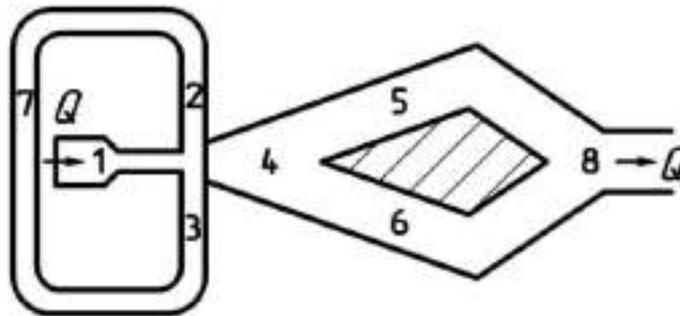

Рисунок 1 – Струйный генератор
1.5.4 Чувствительным элементом ПР служит струйный генератор (см. рисунок 1), частота колебаний в котором прямо пропорциональна объемному расходу, протекающему через устройство формирования расхода.
Поток (струя) измеряемой среды, проходя через сопло генератора (1), попадает в рабочую камеру (4) и под действием давления, создаваемого этой же струей, прижимается к одной из стенок камеры (например, вниз (рисунок 1)). Благодаря её эжектирующему действию, в области вблизи нижней стенки и в канале (3) образуется область пониженного давления, что приводит к лавинообразному процессу притяжения струи к стенке камеры. Из-за уменьшения давления в канале (3) происходит движение среды по каналу (7) в сторону канала (3). Отток рабочей среды из канала (2) вызывает отклонение струи в противоположную сторону. Далее процесс повторяется симметрично. Выход среды из струйного генератора производится через каналы (5), (6) и (8).